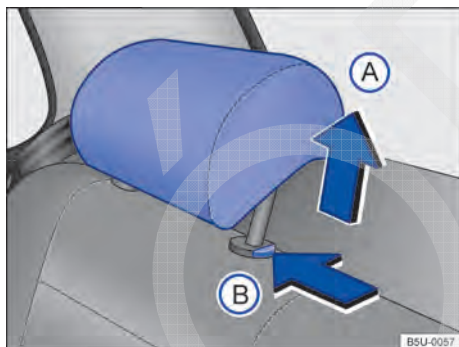

Fig. 36 Ajustar o apoio para cabeça traseiro.
- Empurrar o apoio para cabeça para cima na direção da seta → Fig. 36 (A) ou com a tecla → Fig. 36 (B) pressionada, empurrar para baixo → ⚠️.